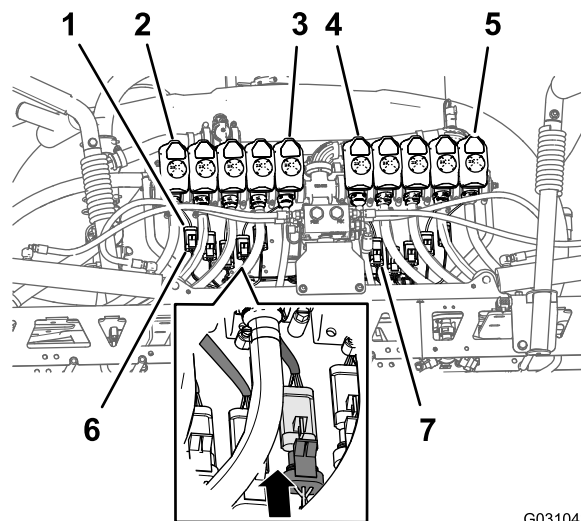

Figura 133
- Passes os conectores de 3 tomadas da secção com 203 cm da cablagem identificados como **Válvula do bico 1** (Nozzle Valve 1) a **Válvula do bico 5** (Nozzle Valve 10) para trás da montagem das 5 válvulas e por baixo das válvulas do bico 6 a 10 (Figura 133).
- Passes os conectores de 3 tomadas da secção com 203 cm da cablagem identificados como **Válvula do bico 6** (Nozzle Valve 6) a **Válvula do bico 10** (Nozzle Valve 10) para trás da montagem das 10 válvulas e por baixo das válvulas do bico 6 a 10 (Figura 133).
- Ligue o conector de três pinos da cablagem traseira identificado como **Bico 1** (Nozzle 1) ao conector de três pinos da cablagem para a válvula do bico 1 (Figura 133).
4. Repita o passo 3 nas posições do bico da válvula 2 a 10 (Figura 133).